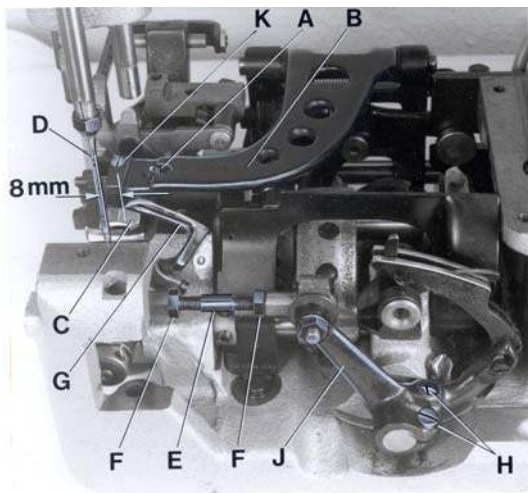
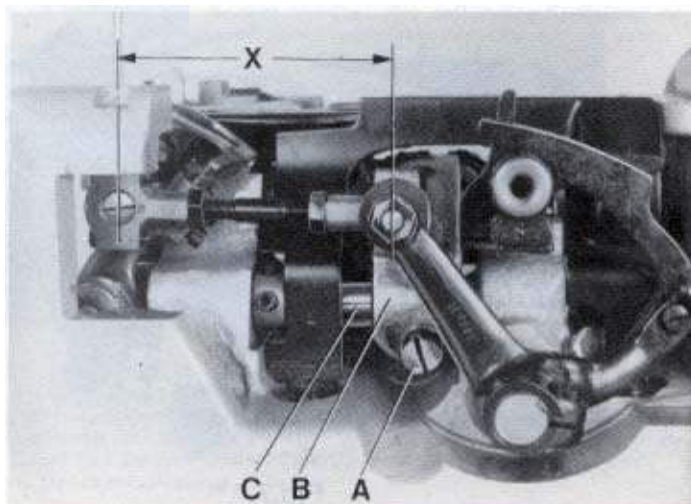
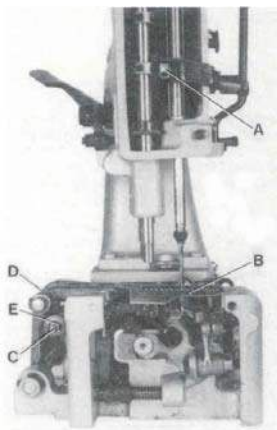

Fig. 3
Fig.4
Fig.6
Remove the presser foot, throat plate and feed dog and on styles 80800H and HA also the needle guard for convenient access to the machine. On styles 80800C, D and E loosen the screw (A, Fig. 3) in the feed bar (B) and push the feed bar needle guard (C) to the rear to avoid its contacting the needle (D).
For the two thread double locked stitch styles 80800C, E, H and HA, set the looper connecting rod (E) so the distance (X, Fig. 4) between the center lines of the two ball joints is 69.8 mm (2 3/4"). The dimension (X, Fig. 4) should be 68.3 mm (2 11/16) on the single thread chain stitch style 80800D. For adjustment loosen the two nuts (F, Fig. 3) and turn connecting rod (E) forward or backward as required to obtain specified dimension, retighten nuts (F).
Rotate the machine pulley in operating direction so that the looper moves from right to left. The looper point should pass as close as possible to the back of the needle without contacting 0.08 to 0.13 mm (.003 to .005") clearance. For adjustment loosen screws (A, Fig. 4) in the looper eccentric fork (B) and turn looper rocker shaft (C) on the looper rocker forward or backward as required. Retighten screw (A).
Quite el pie prensa tela, la placa de la aguja y el diente de arrastre y en las máquinas 80800H y HA también el guarda aguja para tener mejor acceso a la máquina. En los estilos 80800C, D y E suelte el tornillo (A, Fig.3) en la barra de alimentación B y mueva el guarda aguja (C) en la barra de alimentación hacia atrás para evitar que tenga contacto con la aguja (D).
Para las máquinas de dos hilos como 80800C, E, H y HA ajuste la barra del looper (E) para que la distancia (X, Fig. 4) entre los centros de las juntas tenga una distancia de 69,8 mm (2 3/4"). Esta distancia (X, Fig. 4) debería ser 68,3 mm (2 11/16) en las máquinas de un solo hilo 80800D. Para ajustarlo suelte las dos tuercas (F, Fig. 3) y gire la barra (E) hacia adelante o hacia atrás para conseguir la distancia requerida. Apriete nuevamente las tuercas (F).
Gire el volante en sentido de operación para que el looper se mueva desde la derecha hacia la izquierda. La punta del looper debería pasar muy cerca detrás de la aguja sin tocarla – distancia 0.08 a 0,13 mm (.003 a .005"). Para lograr este ajuste debería soltar el tornillo (A, Fig. 4) en la horquilla excéntrica (B) del looper y girar el eje del looper (C) hacia adelante o hacia atrás. Apriete el tornillo (A) otra vez.
Remove the face cover on machine arm. Rotate machine pulley in operating direction until the looper point, moving to the left, projects 1 to 1.5 mm (.040" to .060") left of the needle (see Fig. 5). Lower edge of looper and upper edge of needle eye must be flush in this position. If adjustment is necessary, loosen clamp screw (A, Fig. 6) in the needle bar connection and move the needle bar up or down, as required. Retighten screw (A) and remount face cover.
At highest point of feed dog travel, the feed dog (B, Fig. 6) should be set so, that the rear teeth project their full depth above the throat plate surface. For setting remove the feed dog and adjust the supporting screw (K, Fig. 3) on the top of the feed bar to the required height. Remount the feed dog, and on styles 80800H and HA also the needle guard.
On styles 80800C, D and E stud (C, Fig. 6) for changing the stitch length is accessible from the outside. On styles 80800H and HA the housing for the tape cutter and the rear cloth plate have to be removed for changing the stitch length.
The length of the stitch can be adjusted by raising or lowering the stud (C, Fig. 6) in the segment slot of the feed rocker (D). Lowering stud (C) will lengthen the stitch. After loosening nut (E), stud (C) can be moved accordingly. When the desired stitch length is obtained, retighten nut (E).
The needle guard (C, Fig. 3) has to be set so, that it just contacts the needle at its most forward point of travel, without deflecting it.
On styles 80800C, D and E loosen screw (A, Fig. 3) in the feed bar (B) and adjust the needle guard (C) accordingly. Retighten screw (A).
El largo de la puntada se ajusta moviendo el perno (C, Fig. 6) en la ranura del eje oscilante (D). Bajando el perno (C) pone la puntada mas larga y subiéndolo la pone mas corta. Después de aflojar la tuerca (E), el perno (C) se deja mover. Cuando se logra el largo de la puntada deseado, hay que apretar la tuerca (E) otra vez .
Hay que ajustar el guarda aguja (C, Fig. 3) para que toque en su movimiento hacia delante la aguja pero no la desvíe.
En los estilos 80800C, D y E suelte el tornillo (A, Fig. 3) en el soporte del transportador (B) y ajuste el guarda aguja (C). Apriete el tornillo (A) nuevamente.
Remueva la tapa frontal en el brazo de la maquina. Gire el volante de la maquina en sentido de operación hasta que la punta del looper pase 1 a 1,5 mm (.040" a .060") la aguja (vea Fig. 5). En esta posición el borde inferior del looper tiene que encontrarse en el limite superior del ojo de la aguja. Si se requiere ajuste, suelte el tornillo (A, Fig. 6) en la conexión de la barra de la aguja y mueva la barra hacia arriba o hacia abajo como requerido. Apriete el tornillo (A) y ponga la tapa frontal otra vez.
En el punto mas alto del recorrido del alimentador, los dientes del alimentador (B, Fig. 6) deberían sobrepasar la placa de la aguja por la altura completa de los dientes. Para lograr este ajuste remueva el alimentador y ajuste el tornillo de soporte (K, Fig. 3) en la parte superior de la barra de la alimentación a la altura requerida. Monte el alimentador otra vez y en los estilos 80800H y HA también el guarda aguja.
En los estilos 80800C, D y E el perno (C Fig. 6) para cambiar el largo de la puntada se accesa desde afuera. En los estilos 80800H y HA se deben remover la chumacera para el cortador de cinta y la plancha de costura trasera para cambiar el largo de la puntada. Remueva la tapa trasera.